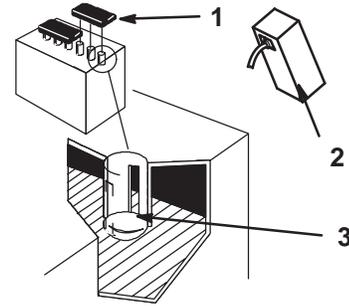

Figure 4
5. Versez lentement de l'électrolyte dans chaque élément pour amener le niveau à la partie inférieure du tube (Fig. 4).
9. Versez lentement de l'électrolyte dans chaque élément pour amener de nouveau le niveau au trait supérieur du boîtier de la batterie (Fig. 4), puis remettez les couvercles en place.